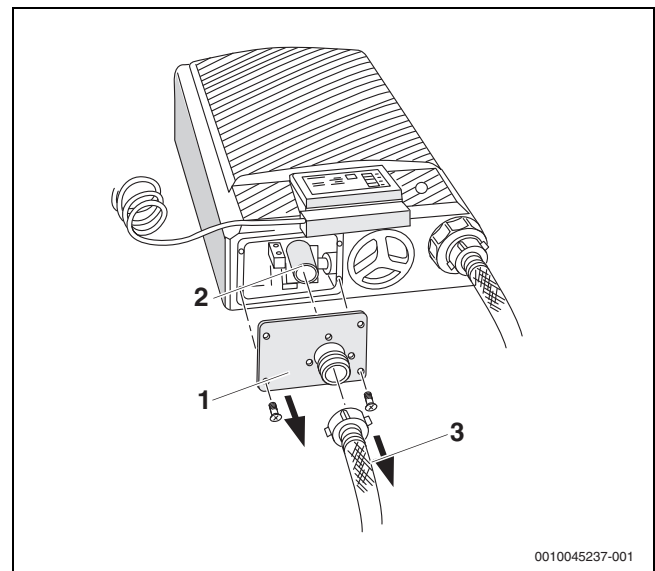

Bild 11 Deckel des Pumpengehäuses abnehmen
- ▶ Ablaufschlauch AKO (→ Bild 11, [3]) abschrauben.
- ▶ Schrauben aus dem Deckel des Pumpengehäuses (→ Bild 11, [1]) heraus-schrauben und Deckel abnehmen. Deckel wird nicht mehr benötigt.
- ▶ Schlauchschelle am Pumpenstutzen (→ Bild 11, [2]) lösen und Anschluss-schlauch (hinter dem Deckel des Pumpengehäuses auf-gesteckt) abziehen.